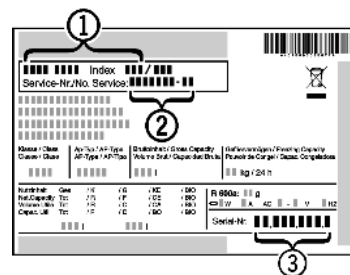

Fig. 20
- ▶ Označení přístroje Fig. 20 (1), servisní číslo Fig. 20 (2) a sériové číslo Fig. 20 (3) naleznete na typovém štítku. Identifikační typový štítek je umístěn na levé vnitřní stěně přístroje.
- ▶ Informujte zákaznický servis a sdělte poruchu, označení přístroje Fig. 20 (1), servisní číslo Fig. 20 (2) a sériové číslo Fig. 20 (3).